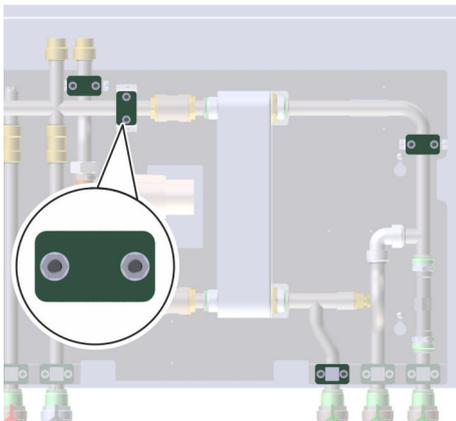

Abb. 78: Rohrbefestigungen lösen
3. ➤ Mit einem Innensechskantschlüssel alle Rohrbefestigungen (Abb. 78) der Rohre, die zum Wärmetauscher führen, anlösen.